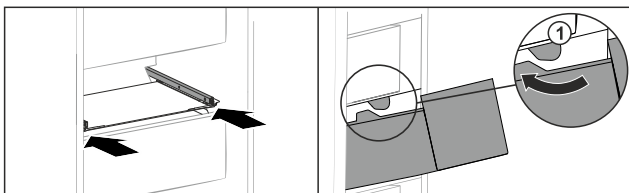

Fig. 238
- ▶ Обведите выдвижной ящик вокруг стопора Fig. 238 (1).